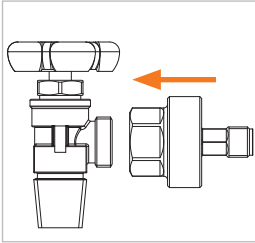

Figure 2
- ▶ Saisissez le connecteur au niveau du manchon (pos. 1).
- ▶ Placez l'axe d'étanchéité (pos. 4) en position droite sur la vanne de la bouteille (Figure 2).
- ▶ Vissez le connecteur au niveau du manchon (pos. 1) sans l'incliner, fermement jusqu'à ce que le joint frontal repose sur le filetage de la bouteille.